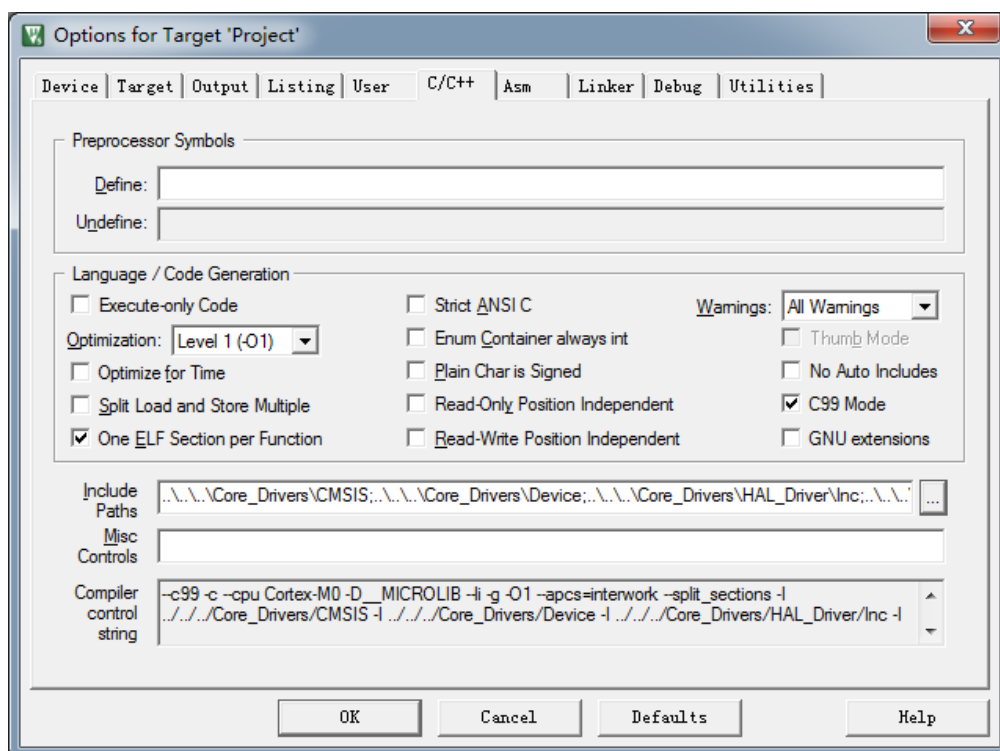
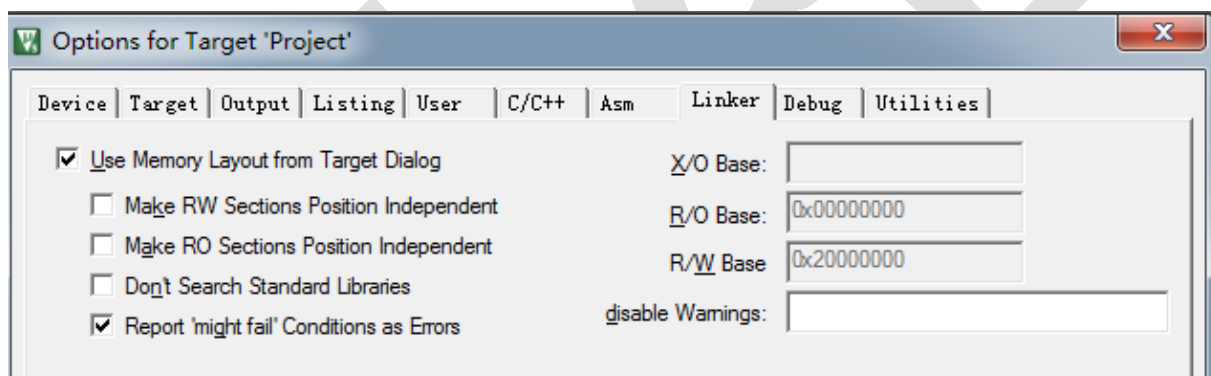

图 3-14 编译链接选项
图 3-15 链接加载
4) 如图 3-14 所示, 将 One ELF Section Per Function 的 打上, 链接时未被调用到的函数不会被链接进去, 能大大减少生成镜像文件的大小。编译优化选项见图 3-15, 链接配置见图 3-14。